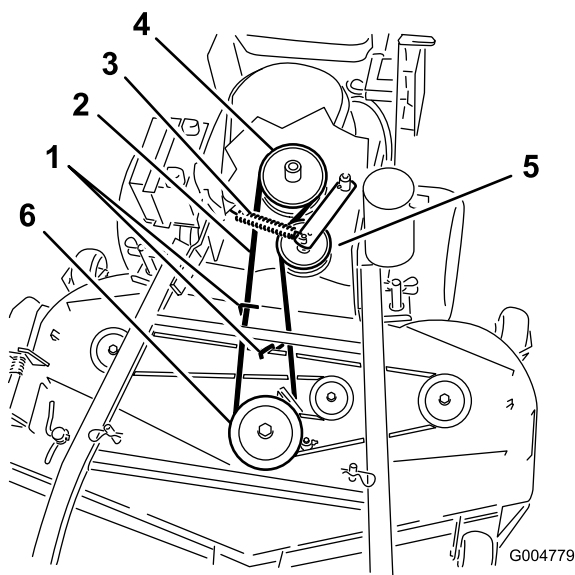
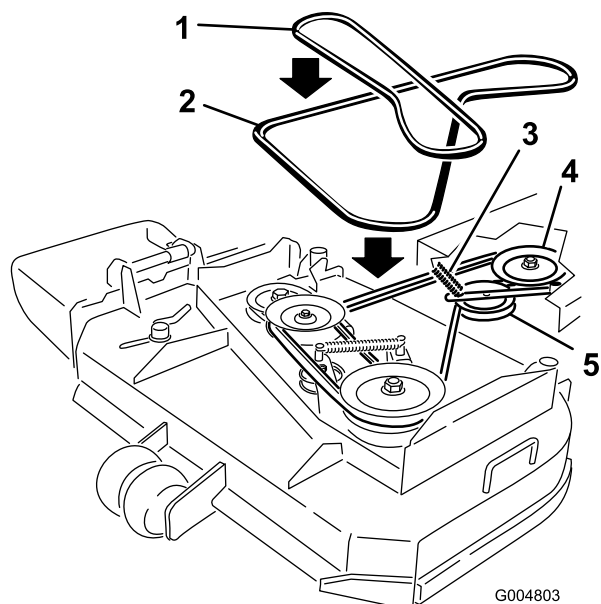

Figure 51
Figure 52
- Retirez la courroie de la poulie centrale sur le tablier de coupe (Figure 51). Reportez-vous à la Figure 52 pour enlever la courroie de la poulie gauche sur un tablier de coupe de 36 pouces. Procédez avec précaution lors du retrait de la courroie, car la tension est augmentée par la poulie de tension rappelée par ressort.
- Retirez la courroie de la poulie de moteur et la poulie de tension rappelée par ressort (Figure 51). Reportez-vous à la Figure 52 pour déposer la courroie des poulies sur le tablier de coupe de 36 pouces.
- Placez une courroie neuve sur la poulie de moteur et la poulie de tension rappelée par ressort (Figure 51).
- Installez la courroie sur la poulie centrale du tablier de coupe (Figure 51). Procédez avec précaution lors de la repose de la courroie, car la tension est augmentée par la poulie de tension rappelée par ressort. Reportez-vous à la Figure 52 pour installer la courroie sur la poulie gauche sur un tablier de coupe de 36 pouces.
- Réglez l'écartement entre le guide et la courroie à 3 mm (1/8") pour les tabliers de coupe de 40, 48 et 52 pouces (Figure 51).